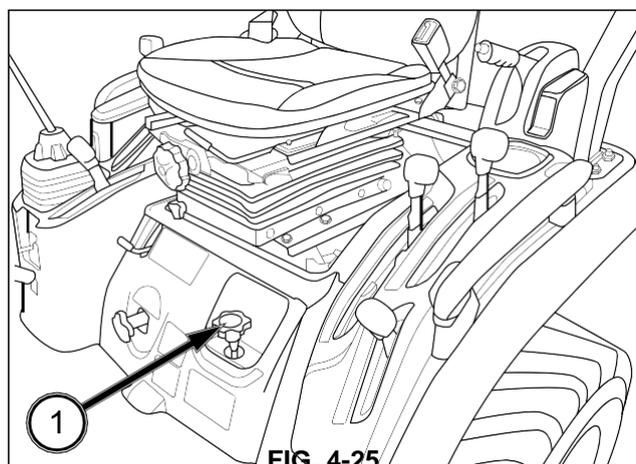

FIG. 4-25
FIG. 4-25: Cuando enganche el plato de corte ventral, puede ajustar la altura deseada con la rueda de ajuste de la altura de corte (1) sin utilizar la rueda reguladora.